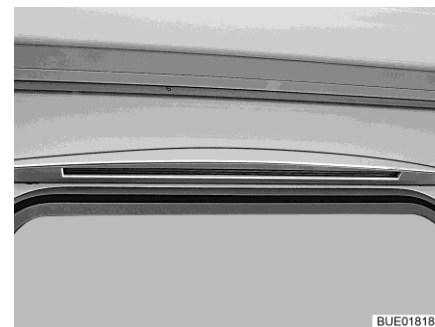

Bild 72 Förtältsbelysning (inte vid utförande med markis)
- Belysning förtält (Bild 72) (inte vid utförande med markis)